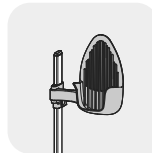

图5
- 将喷头挂架安装在右侧伸缩杆顶部合适位置，并锁紧锁扣。(图5)